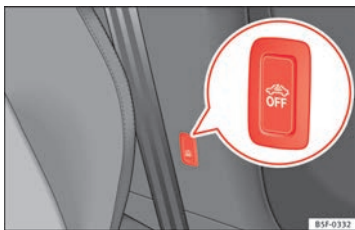

Abb. 61 Taste für Innenraumüberwachung
- Um die Innenraumüberwachung auszuschalten, schalten Sie die Zündung aus und drücken Sie die Taste  ⇒ Abb. 61. Die Kontrollleuchte in der Taste leuchtet. ►